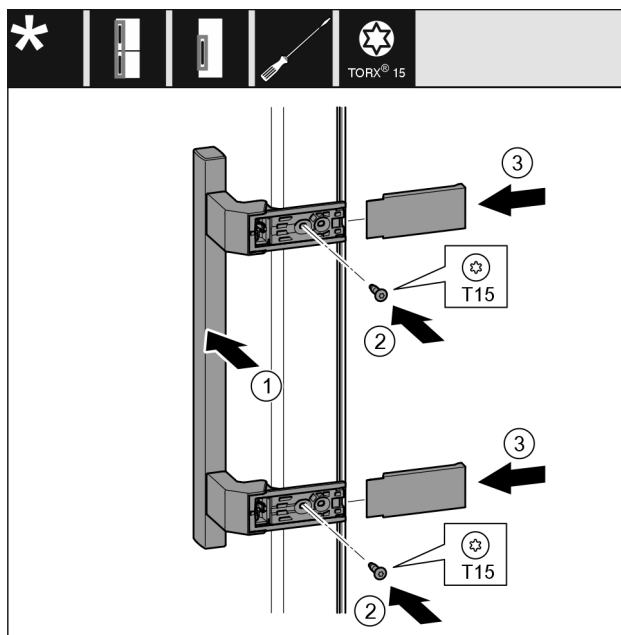

Fig. 28
- Applicare la maniglia Fig. 28 (1) sul lato opposto.
- Stringere le viti Fig. 28 (2) con un cacciavite.
- Applicare le coperture Fig. 28 (3) lateralmente e spingerle in sede.